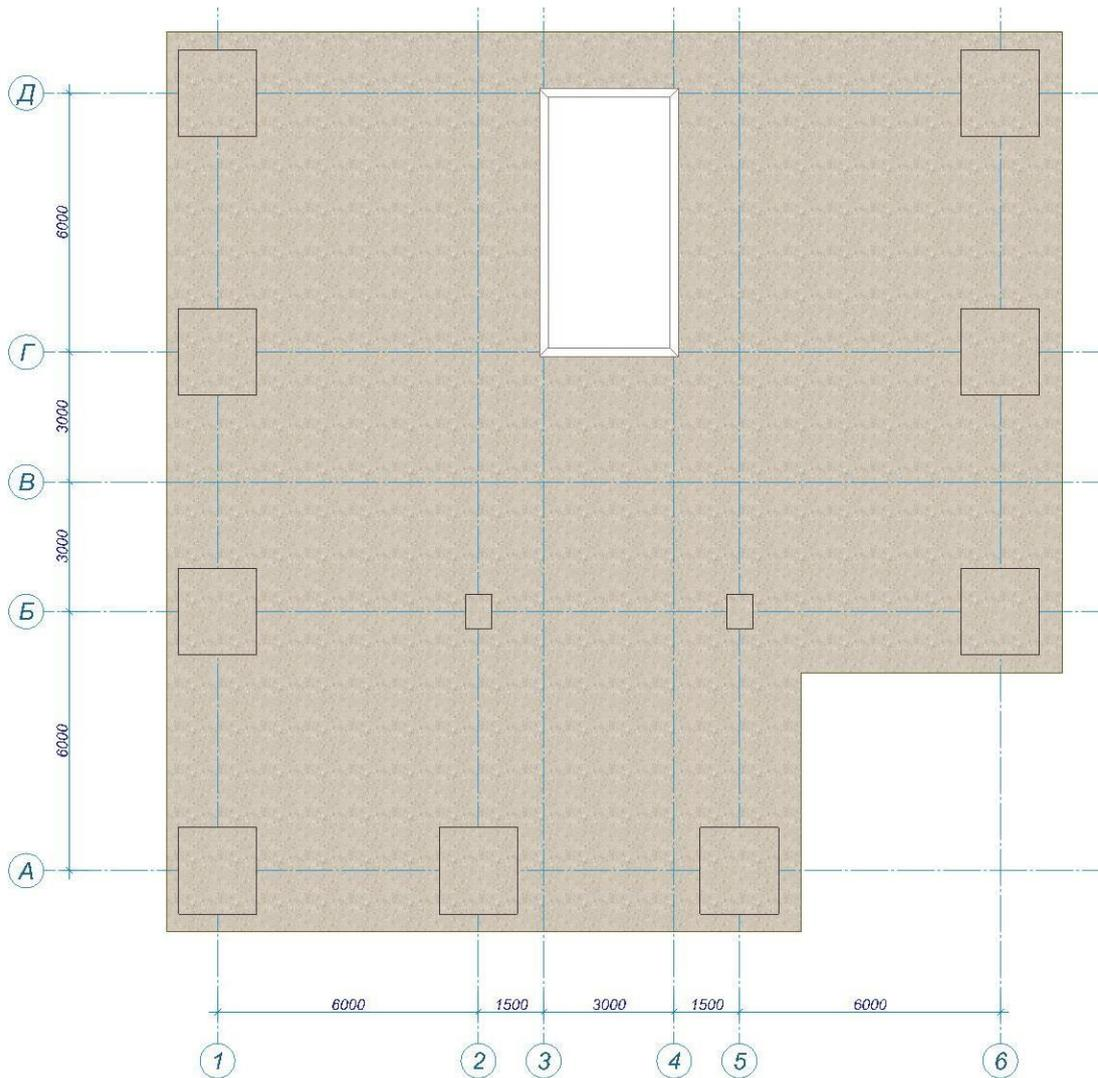

Рис.6.12. Расположение проема в плите перекрытия на виде сверху
- Задайте прямоугольное отверстие для лестничной клетки в ядре жесткости, вводя последовательного пару точек вершин прямоугольника по диагонали (рис.6.12).